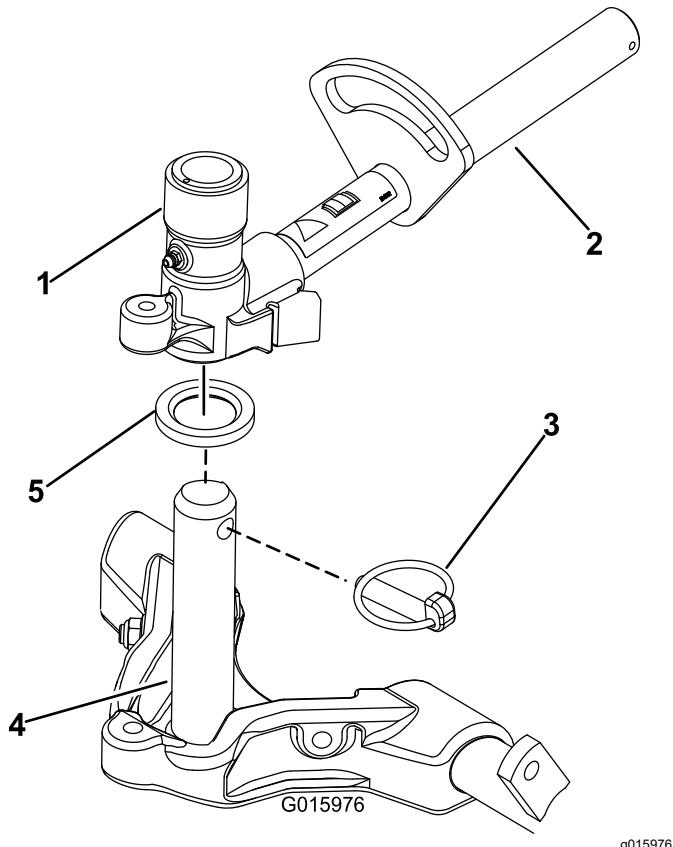

图 16
9. 在承载架轴上涂抹干净的润滑脂图 16。
10. 对于前滚刀组在将承载架轴向上插入提升臂轴轭的同时把滚刀组滑到提升臂下方图 16。确保将止推垫圈放在承载架轴上。
11. 使用 Klik 销将承载架轴固定到提升臂轭图 16。
- B. 将提升臂轭插入承载架轴的上方 (图 16)。
- C. 将提升臂轴插入提升臂用垫圈和保险销将其固定图 16。